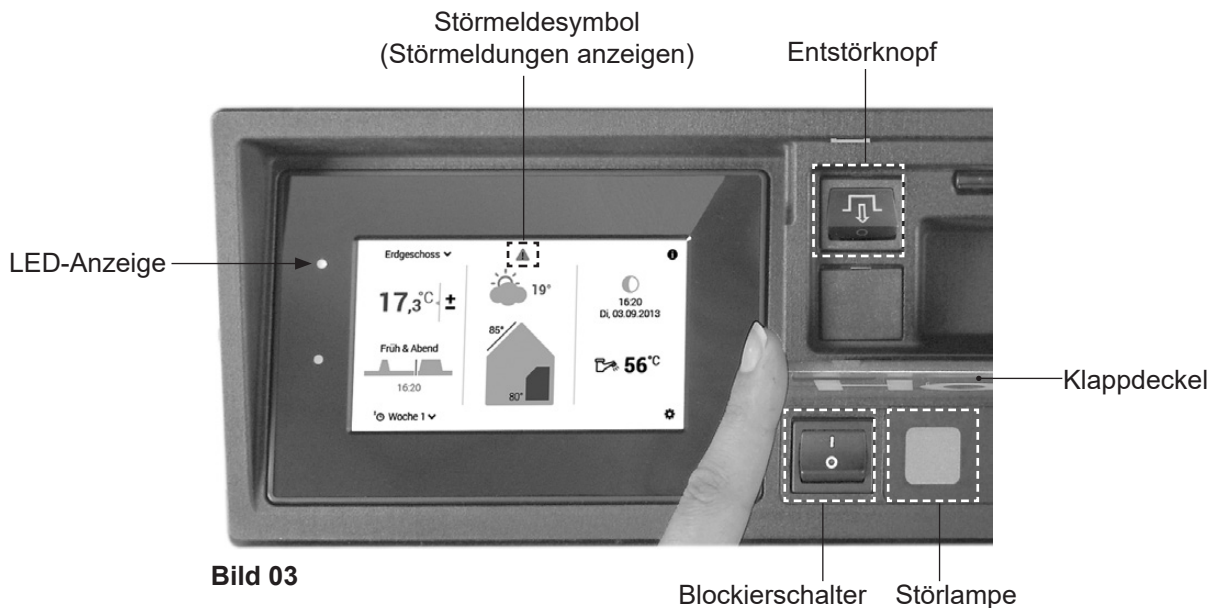

Bild 03
1. Klappdeckel (Bild 03) rechts am Bedienfeld öffnen.